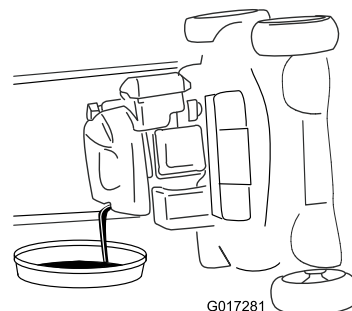

Figure 33
6. Retirez la jauge et vidangez l'huile usagée dans le bac de vidange (Figure 33).